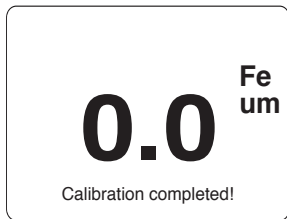

Figure 2
2. Soulevez-le après environ 2 secondes. Zéro sera affiché (tel qu'indiqué à la figure 2).